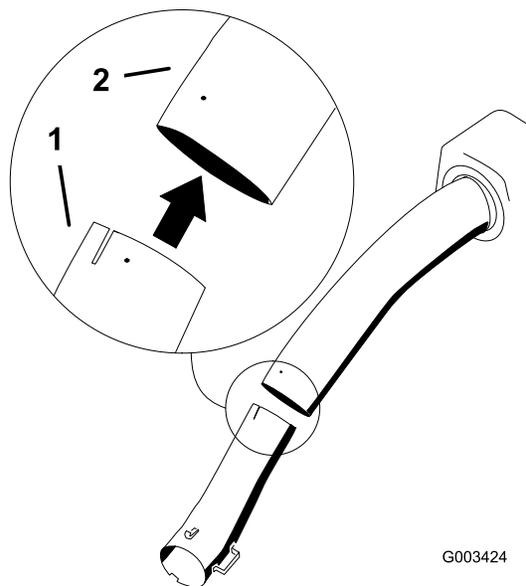

Figure 52
8. Insérez le tube inférieur dans le tube supérieur (Figure 52).